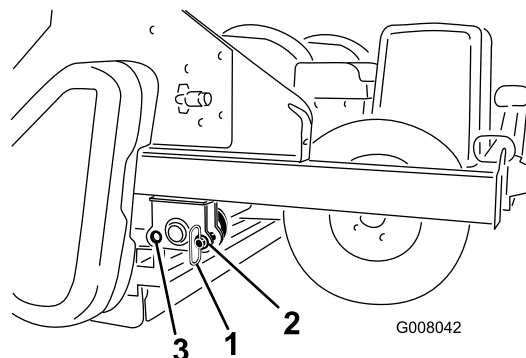

Figura 23
1. Togliete i perni di rimessaggio dalla posizione del foro posteriore (Figura 23).
3. Installate i perni di rimessaggio nella posizione del foro anteriore (Figura 23).